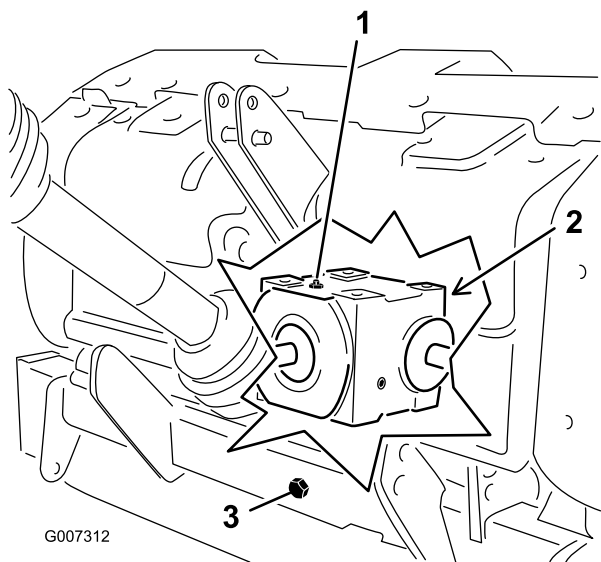

Figura 30
2. Remova o tampão de verificação da caixa de velocidades (Figura 30).
3. Certifique-se de que o nível do óleo se situa pela base do orifício do tampão de verificação na caixa de velocidades (Figura 30).
1. Elimine os detritos do tampão de enchimento e do tampão de escoamento para evitar contaminação (Figura 30).